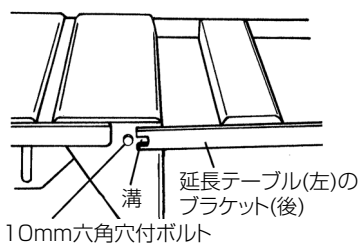
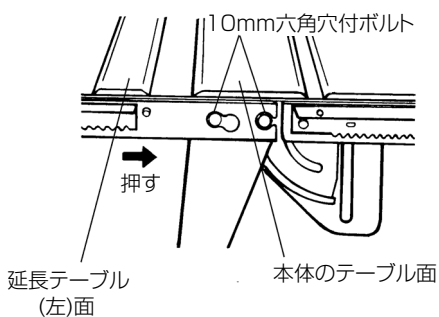

図 20
図 21
- (4) 延長テーブル(左)を図21の矢印方向に突当たるまで押し付け、10mm六角穴付ボルト(図20、21参照)3個を付属(図4参照)の8mm六角棒スパナで軽く締付けます。
- (6) 最後に10mm六角穴付ボルト(図20、21参照)3個を付属(図4参照)の8mm六角棒スパナで十分に締付け、延長テーブルセット(左)を本体のテーブルに固定します。